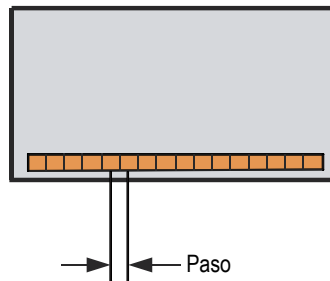

Figura 4-5 Paso de los elementos de la sonda
- d) En el botón del parámetro **Paso**, introduzca la distancia entre los centros de los elementos adyacentes de la sonda. La Figura 4-5 en la página 106 ilustra esta distancia.